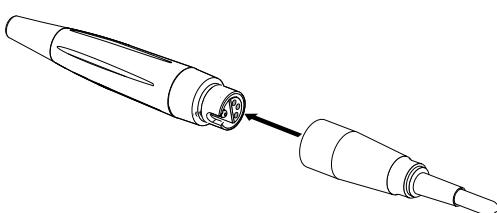

Abb. 4 Verbindung des Handstücks
5. Das Handstück in das Verbindungskabel stecken, wobei darauf geachtet werden muss, dass die Kontakte aufeinander ausgerichtet sind (Abb. 4 unten).